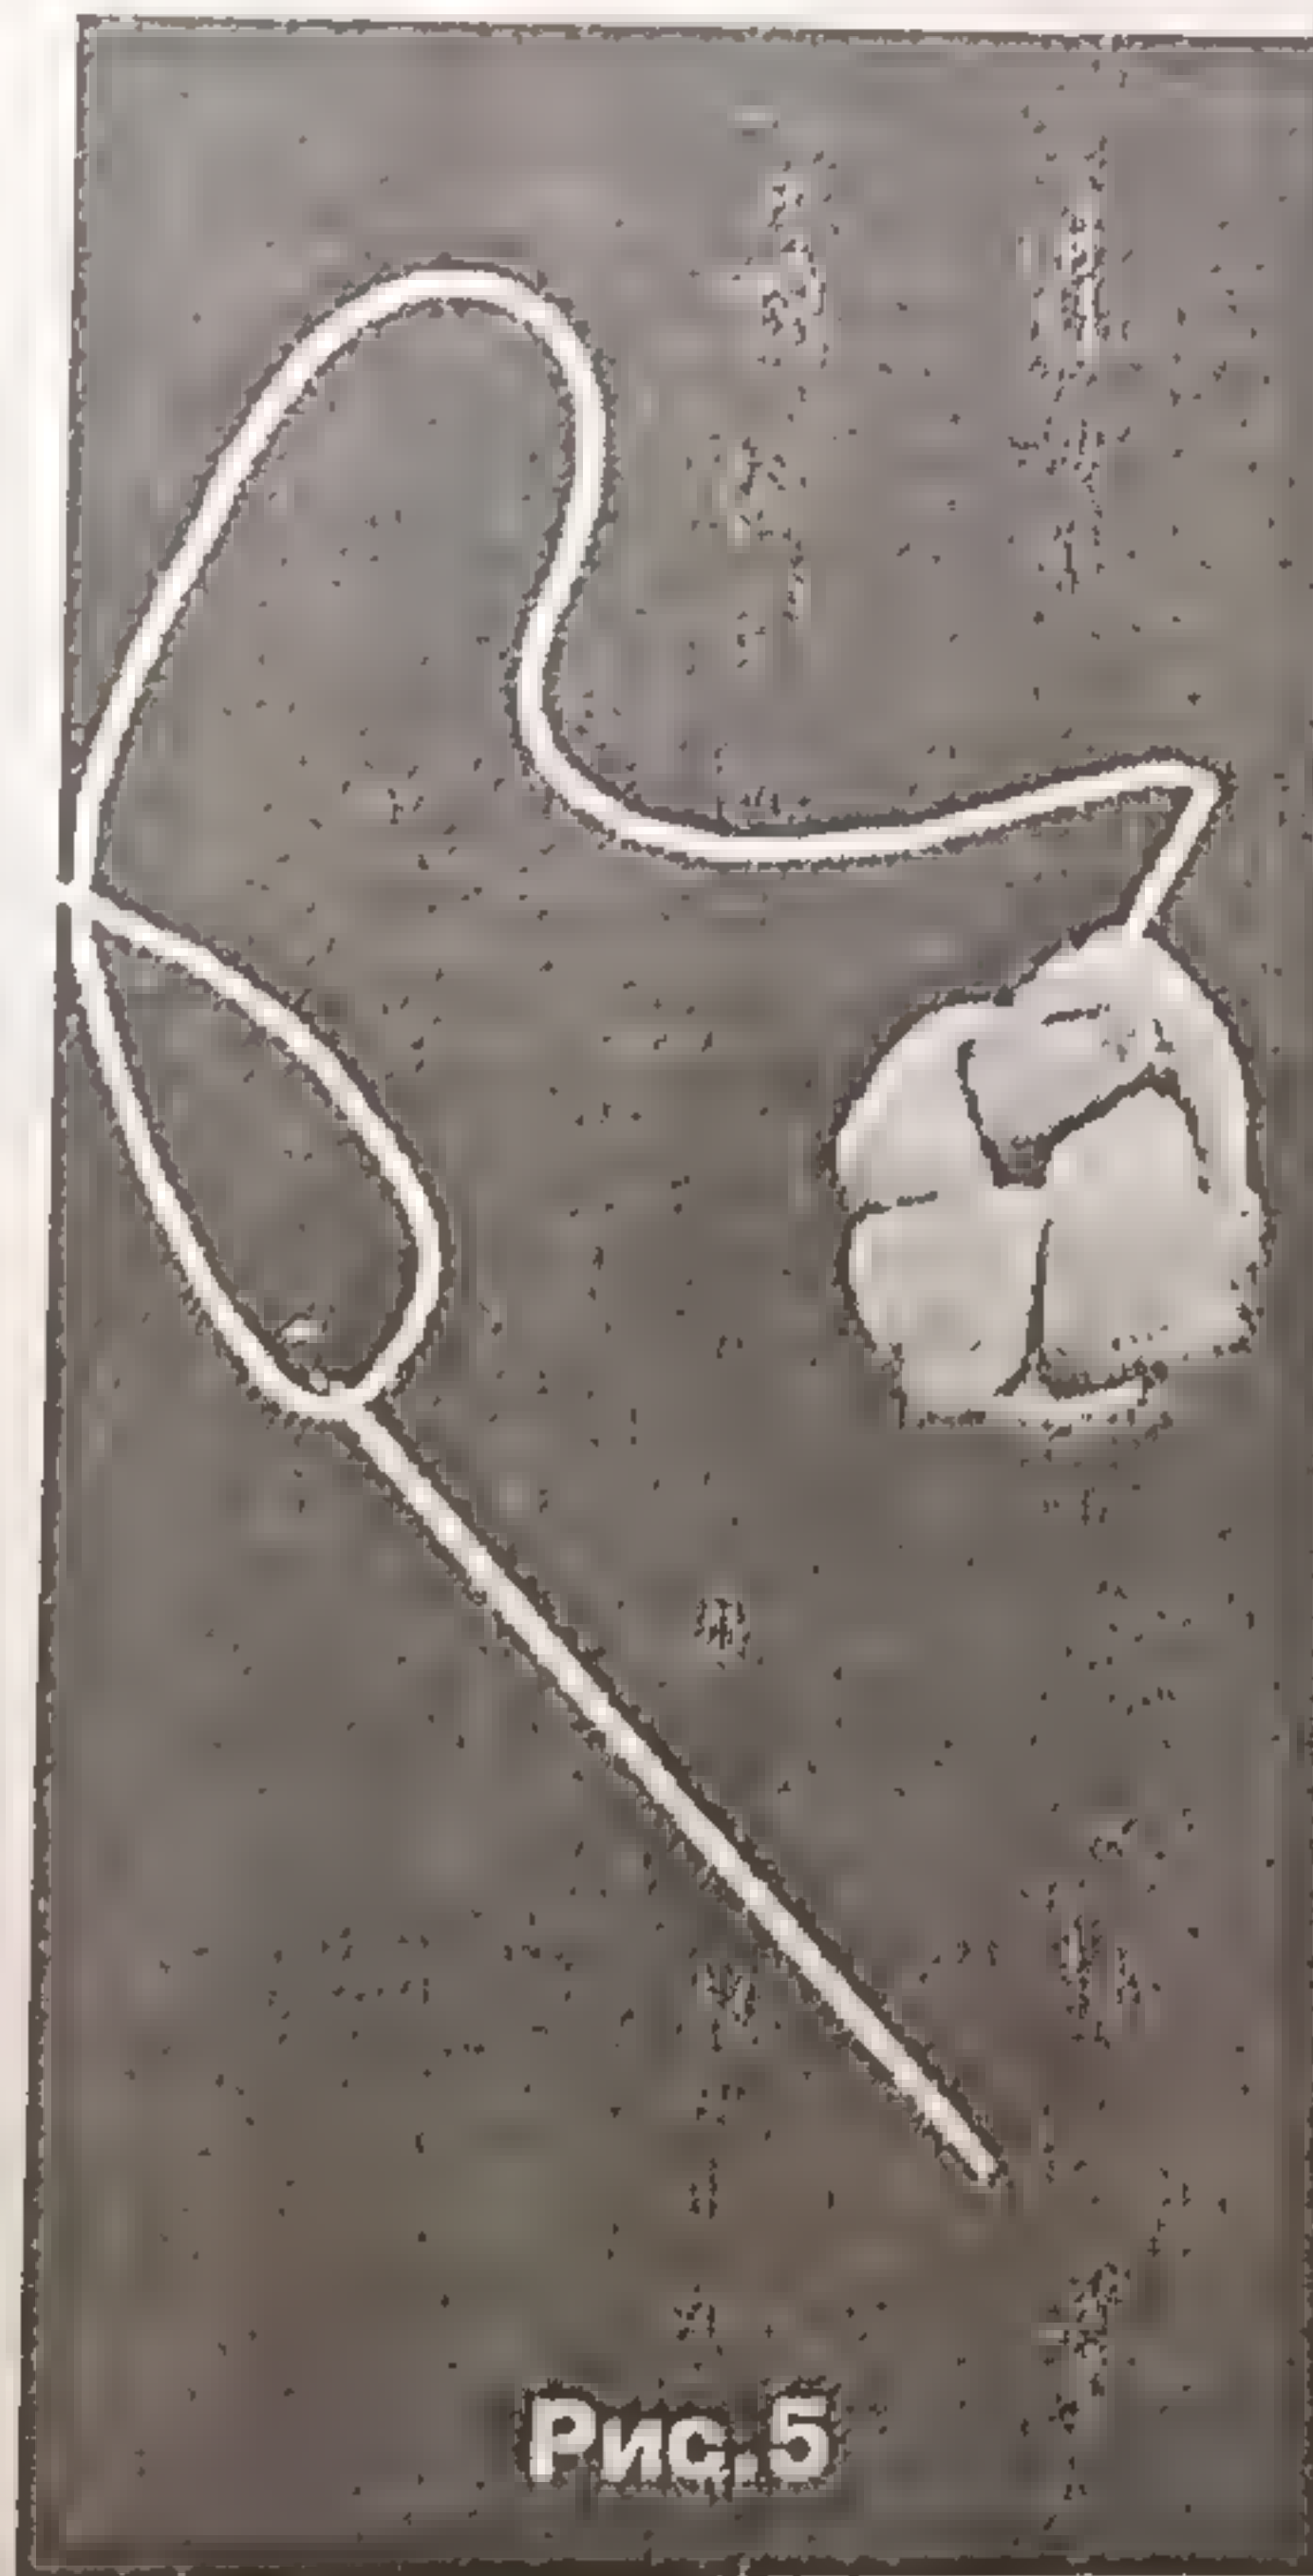

Рис. 5
6. Обрежьте концы шнуров, оставив отрезки по 1 см. Подверните их внутрь и закрепите вручную (рис. 5).